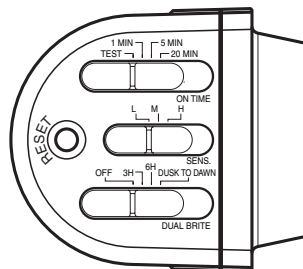

Figura 7
- Si lo monta en un alero, monte el aparato con detector de espaldas a la pared de la casa. Gire el detector de modo que los controles en la parte inferior del detector (vea la Figura 7) miren hacia el suelo.
2. Deslice el interruptor de sensibilidad (SENS) a la posición "L", el interruptor ON-TIME a la posición TEST, y el interruptor DUALBRITE a la posición OFF (vea la Figura 7).
- Botón de reinicio (vea la Figura 7): use un clip para papel para presionar el botón DE REINICIO por 15 segundos para reiniciar la luz.